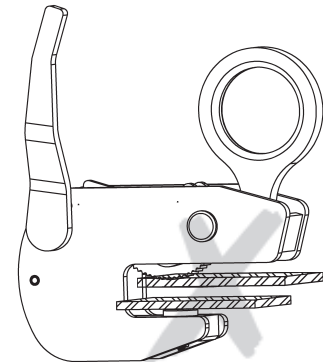

Fig. 4
- Sólo se puede transportar a la vez una viga, plancha o perfil con este dispositivo de elevación (Fig. 4).